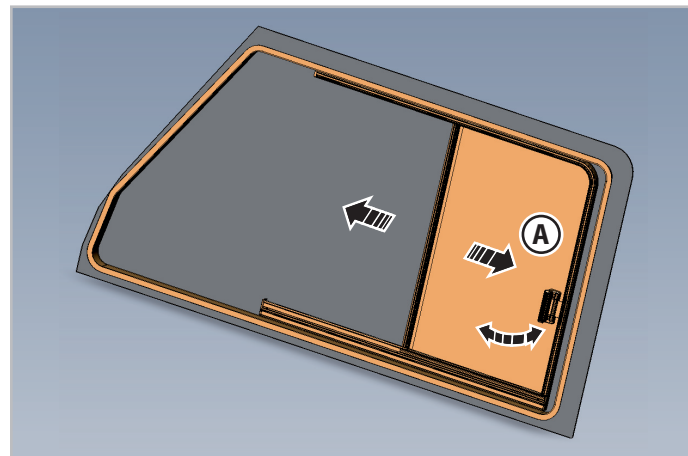

Fig. 3.2 - Finestrino scorrevole lato passeggero
1. Premere sul gancio della maniglia posteriore (**A** - Fig.3.2) sganciandola dal fermo di tenuta per sbloccare il finestrino.
2. Tirare la maniglia (**A** - Fig.3.2) portando in avanti il finestrino fino alla posizione desiderata.
1. Tirare la maniglia (**A** - Fig.3.2) portando indietro il finestrino nella posizione di chiusura fino al completo aggancio della maniglia al fermo di tenuta.